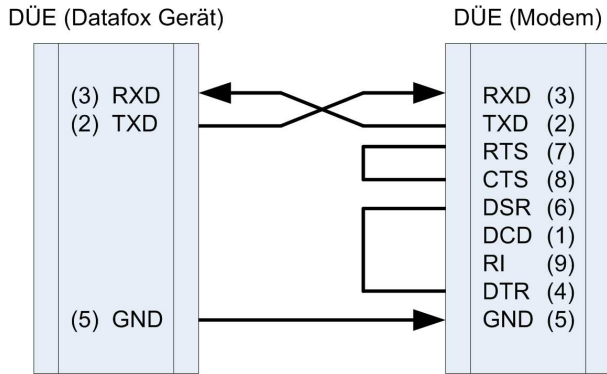

Abbildung 37: Verdrahtung des Nullmodem-Adapter
**Analogmodem zu Analogmodem** (Verdrahtung des Nullmodem-Adapters siehe Abbildung 37)
**Mobilfunkmodem zu Mobilfunkmodem** (Verdrahtung des Nullmodem-Adapters siehe Abbildung 37)
**ISDN (Festnetz) zu Mobilfunkmodem** (Verdrahtung des Nullmodem-Adapters siehe Abbildung 37)